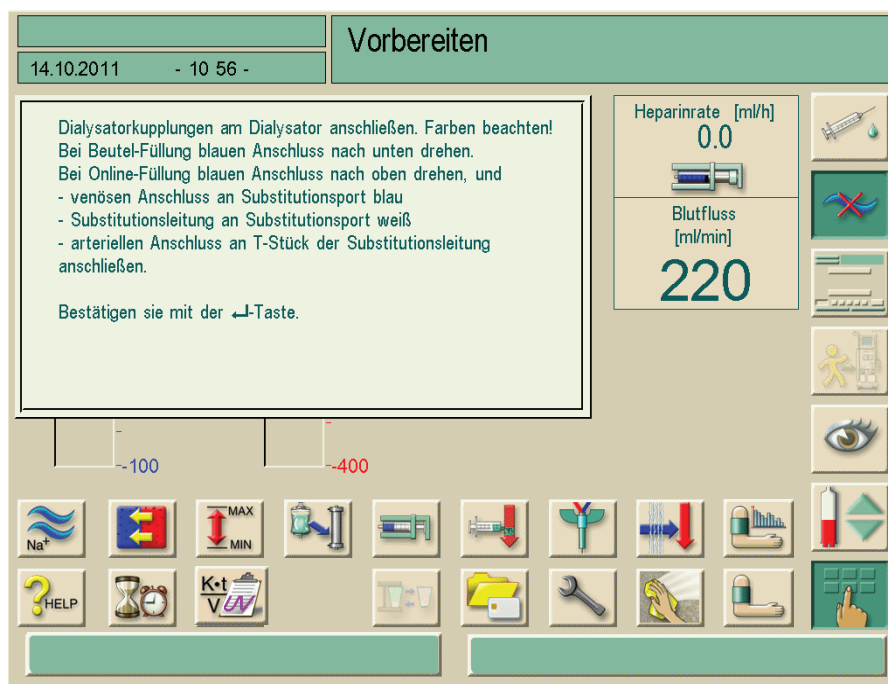

Abb. 9-4 Hinweisbildschirm zum Anschließen
Das Bestätigungsfenster (Abb. 9-4 Hinweisbildschirm zum Anschließen (156)) erscheint.